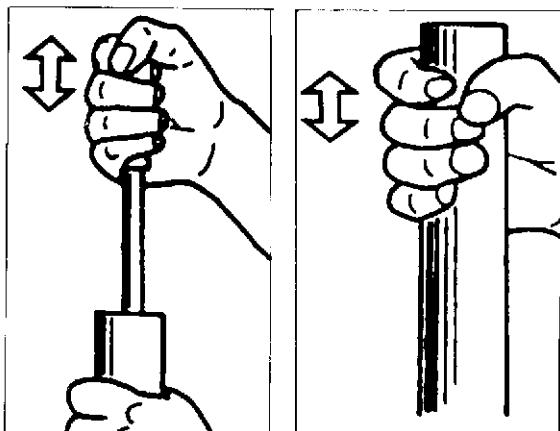

Fig. 8
- 15) Die Kolbenstange und das Bein mehr als 10 Mal langsam pumpen und dabei einer Hub von ca. 100 mm lassen (Bild 8).